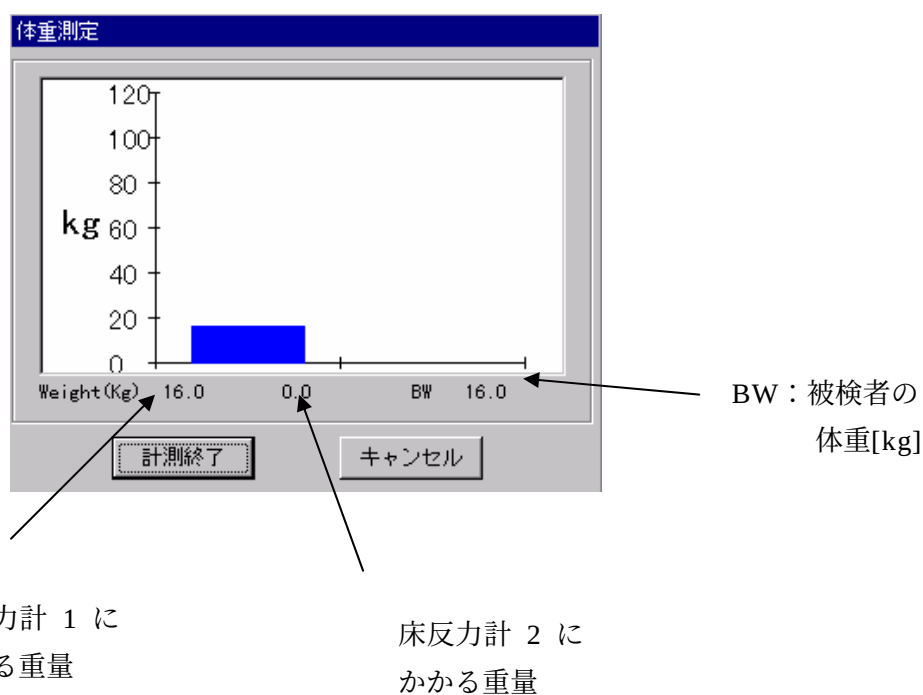

図 86 体重測定
- ①体重測定のウィンドウを開きます。
- ②床反力計 1、2 の中心付近に被検者の両足が立つように乗ります。
- ③図 86 上の“BW(体重)”の値が被検者の体重に近いこと確認します。
- ④[計測終了]をクリックすると、システムに被検者の体重が保存されます。